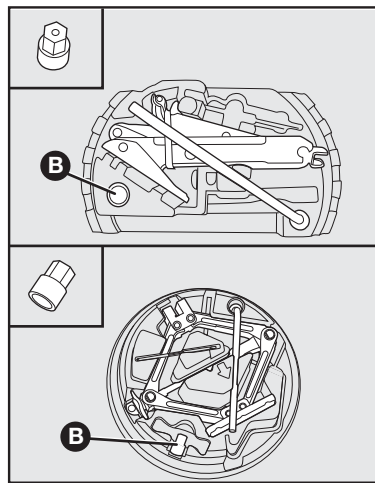

fig. 3
- Soltar as ferramentas, e remover o macaco **fig. 3** de acordo com a versão do veículo puxando-o de sua sede.
- O porta-ferramentas possui uma sede própria **B-fig. 3** para guardar a chave soquete antifurto de roda (quando disponível) **detalhe - fig. 3**.
- Retirar da sede específica no porta-ferramentas **B-fig. 3** a chave soquete detalhe-**fig. 3**, que destrava o mecanismo antifurto.